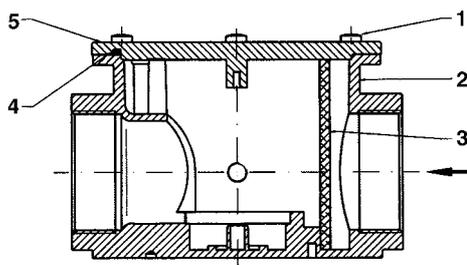
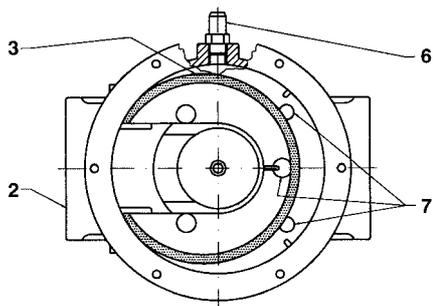

Fig. 26b
Fig. 26c - Vista desde el alto sin tapa
Conexiones roscadas - Fig. 26b y Fig. 26c
Tras haberse cerciorado que dentro del filtro ya no haya gas en presión, quitar la tapa (5) aflojando los tornillos de fijación (1). Desmontar el cartucho filtrante (3), limpiarlo con agua y jabón, soplarlo con aire comprimido (o sustituirlo si fuese necesario) volver a montarlo en su posición inicial controlando que esté colocado en sus correspondientes guías (7) controlando que no obstaculice el montaje de la tapa (5). Finalmente volver a montar la tapa (5) cerciorándose que el o-Ring (4 en Fig. 26b) esté colocado en su correspondiente alojamiento.
Leyenda (Fig. 26b - Fig. 26c)